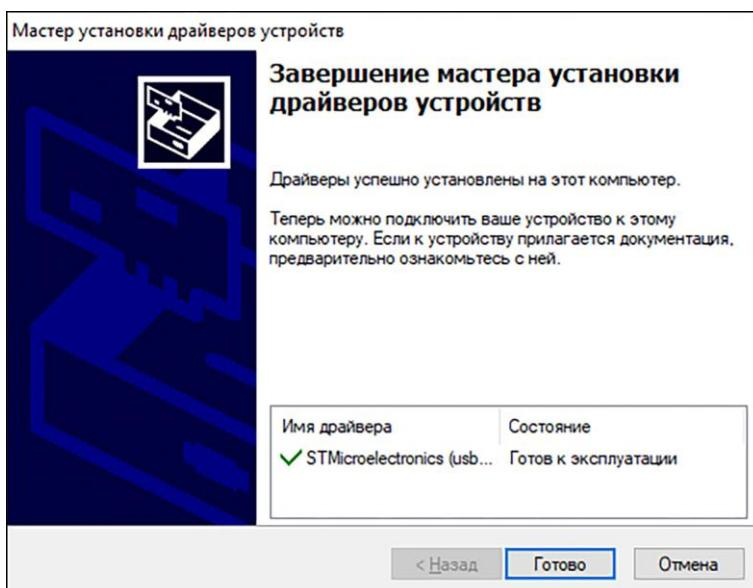

Рисунок 7.7 – Сообщение мастера установки драйвера
7.7. Завершив установку виртуального порта *STMicroelectronics (usbser) Ports* мастер установки сообщает пользователю, что виртуальный СОМ порт установлен и готов к эксплуатации. Нажмите кнопку **Готово** для выхода из мастера установки драйверов устройств (Рисунок 7.7).